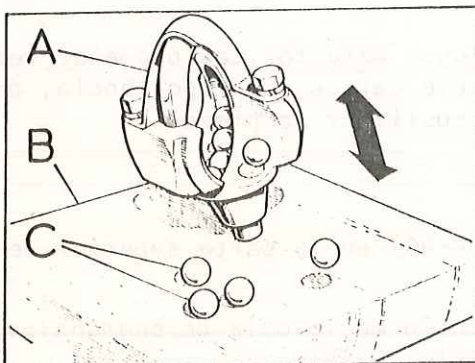

Fig. G-38 Extracción de las bolas circulantes
- 1.8. Extraer las doce bolas, C (Fig. G-38), de $3/8''$ de diámetro que van alojadas en la tuerca y conducto circulante, golpeando la parte superior de la tuerca sobre taco de madera, B.